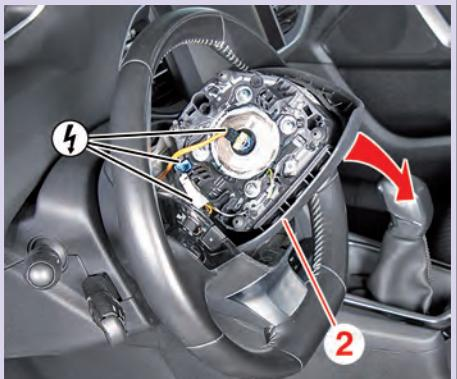

Fig.3
- Déposer l'airbag **(2)** (Fig.3).